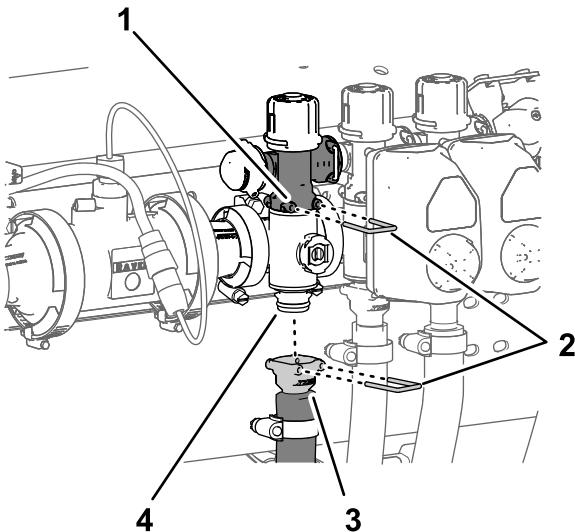

Bild 125
1. Entfernen Sie den Schnellkupplungsstift, mit dem die Schnellkupplung für das Abschnittssicherheitsventil am Abschnittsverteilerventil befestigt ist (Bild 125).
2. Entfernen Sie den Schnellkupplungsstift, mit dem die Schnellkupplung für den Abschnittzulaufschlauch am Verteiler für das Schnellkupplungsanschlussstück des Abschnittverteilerventils befestigt ist (Bild 125).